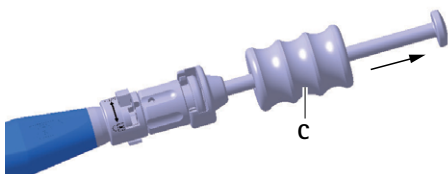

Рис. 6 Выбивание тестового/рабочего имплантата ударным молотком
- ▶ Осторожно выбить тестовый имплантат **D** с помощью ударного молотка **C** из межпозвоночного диска, см. Рис. 6.
- ▶ Осторожно выбить рабочий имплантат а с помощью ударного молотка С из межпозвоночного диска, см. Рис. 6.